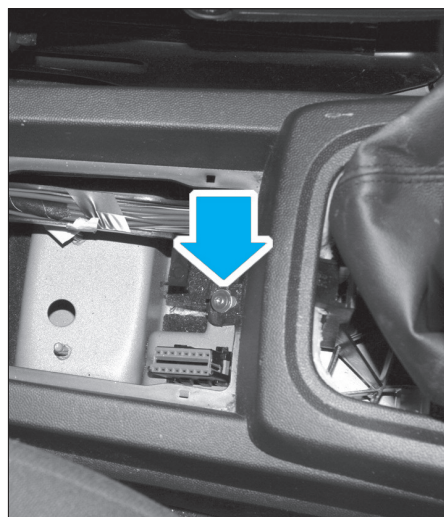

FIG. 2
- la vis de fixation centrale (Fig.2).